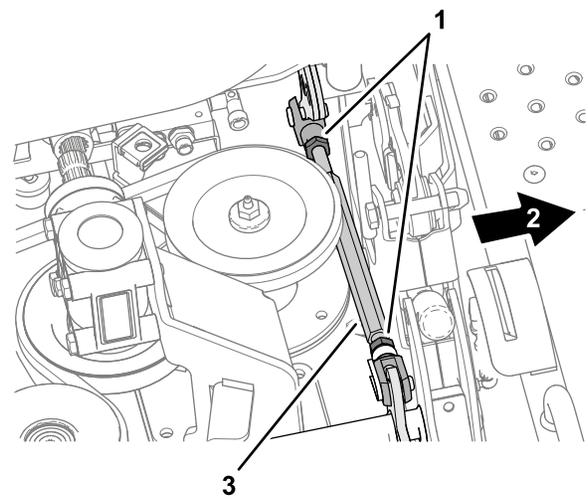
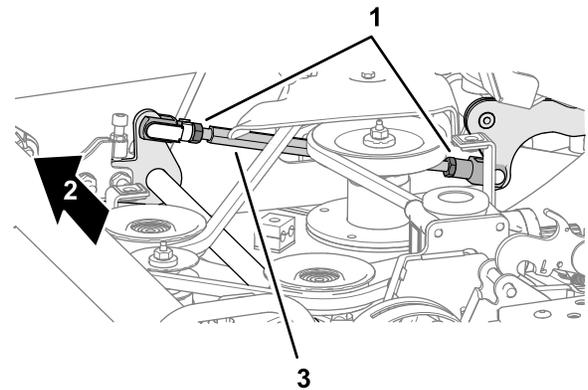

図 128
図 129
- B. デッキの左右で、デッキ傾斜アジャスタ 図 128と 図 129のジャムナットをゆるめる。